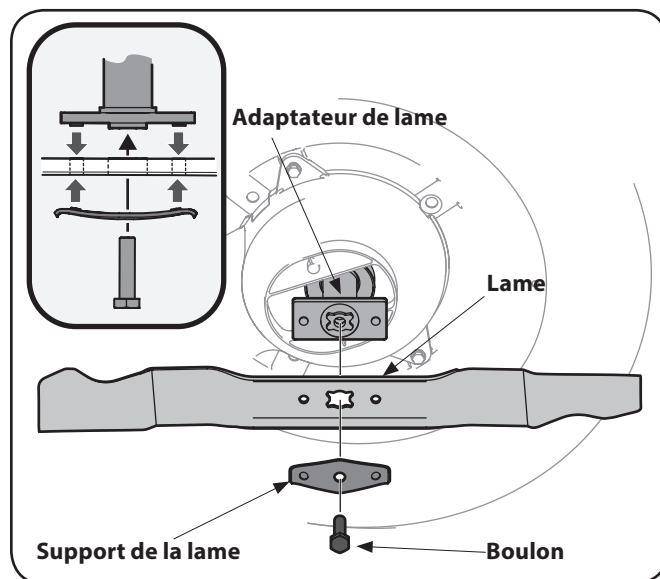

Figure 7-1
2. Retirez le boulon et le support de la lame qui fixent la lame et l'adaptateur au vilebrequin du moteur. Voir Figure 7-1.
5. Assurez-vous d'installer la lame avec le côté marqué « Bottom » (ou estampé du numéro de pièce) face au sol. Veillez à ce que la lame soit alignée et bien placée sur les brides de l'adaptateur. Voir Figure 7-1.